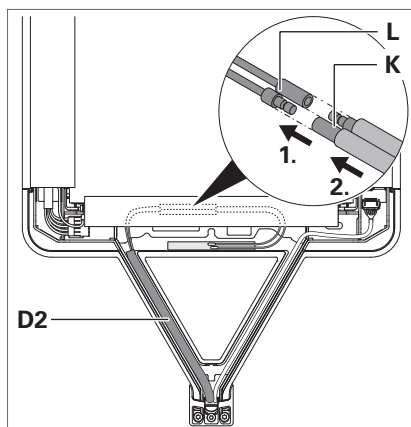

Fig. 6: Collegare l'antenna.
- Collegare le linee dell'antenna **L** dalla linea di alimentazione **D2** con le linee dell'antenna **K** della testa dell'apparecchio, vedere Fig. 6.